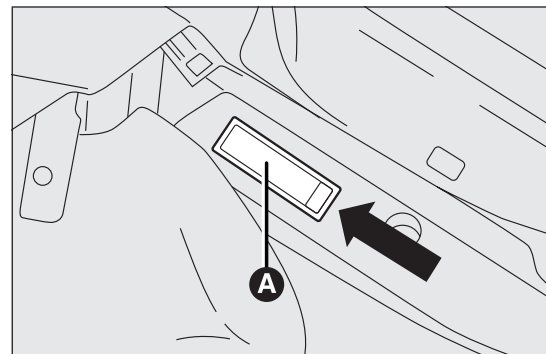

fig. 140
- à l'aide du tournevis fourni, extraire le plafonnier A fig. 140 en agissant sur le point indiqué par la flèche ;